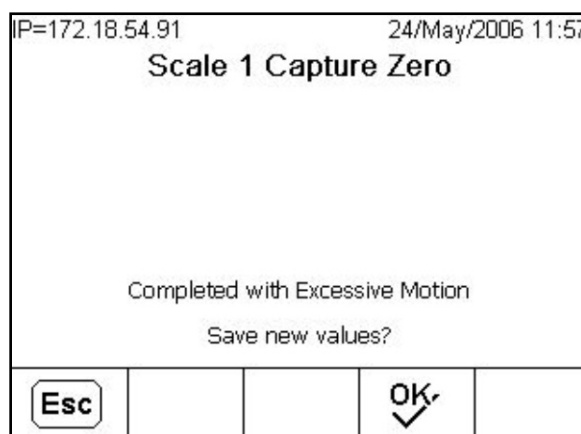

Figure 3-28 : Mouvement pendant la capture de zéro
- Si un mouvement est détecté pendant la procédure de capture de zéro, un écran s'affiche (Figure 3-28) demandant à l'opérateur s'il accepte ou rejette la valeur capturée. Appuyez sur la touche programmable \checkmark pour valider la valeur ou sur ÉCHAP (**Esc**) pour la rejeter et revenir à l'écran de calibrage de la balance.
- Si un mouvement est détecté pendant la procédure de capture de la portée, un écran s'affiche (qui ressemble à celui qui est illustré sur la Figure 3-28). L'opérateur peut utiliser la valeur capturée ou annuler l'opération de capture et revenir à l'écran de calibrage de la balance.